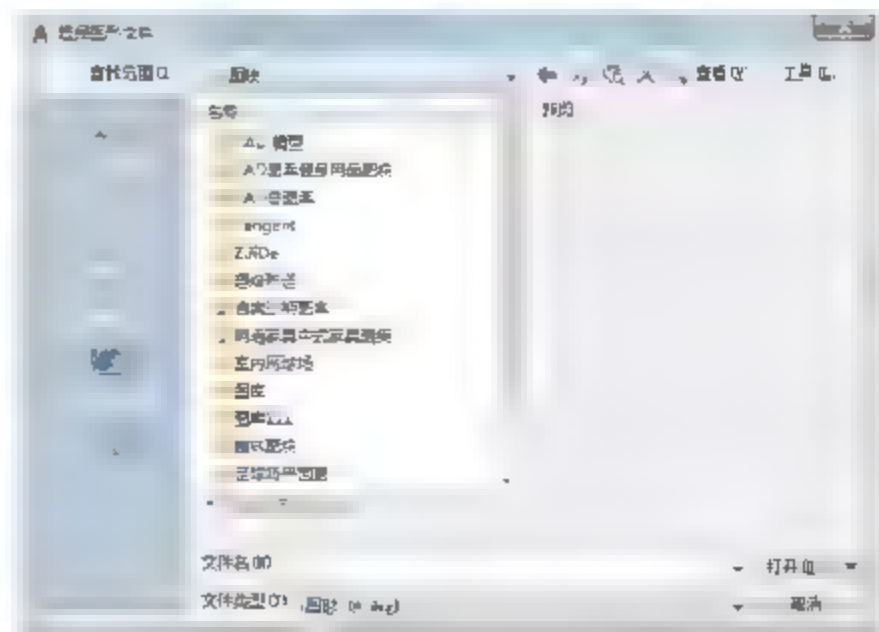

图7-13 【选择图形文件】对话框
- 【名称】下拉列表框：选择需要插入的块的名称。当插入的块是外部块，则需要单击其右侧的【浏览】按钮，弹出【选择图形文件】对话框，如图7-13所示，在其中选择外部块。